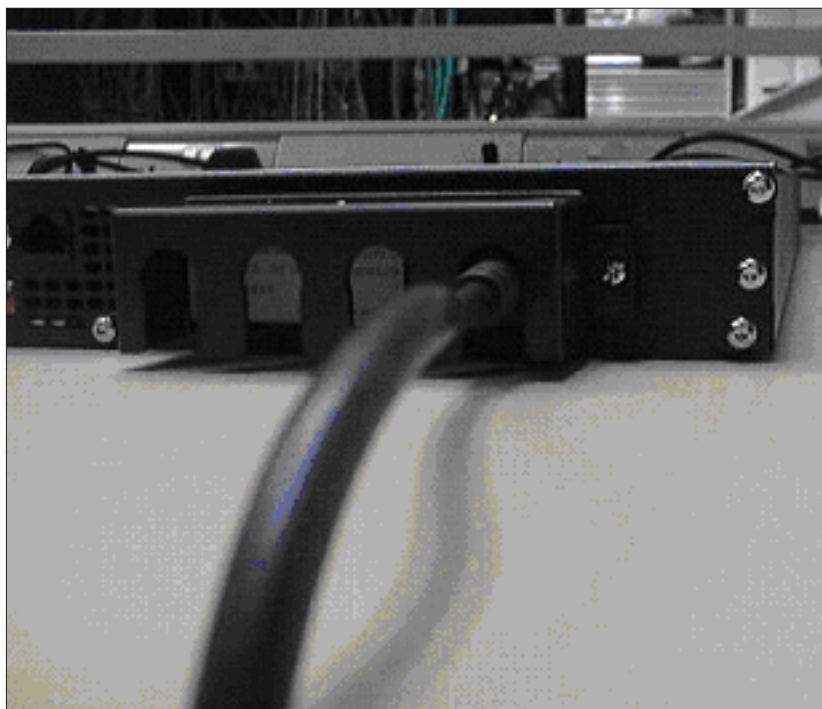

図 35. 2145-1U 無停電電源装置電源ケーブル保持ブラケット
5. 55 ページの図 35 に示されるように、それぞれの側で 1 つのねじでブラケットを所定の位置で固定します。